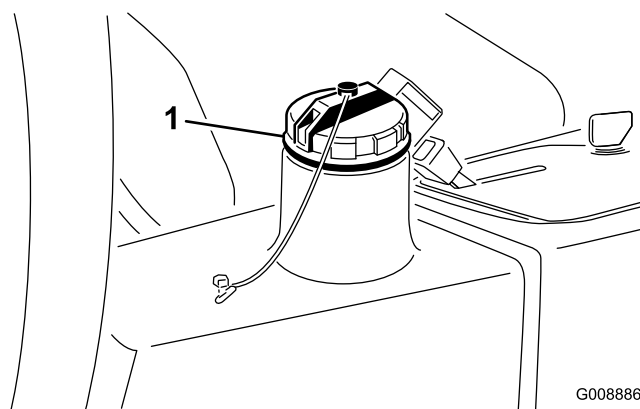

Figura 29
- Limpié la zona alrededor del cuello de llenado y el tapón del depósito hidráulico (Figura 29). Retire el tapón.